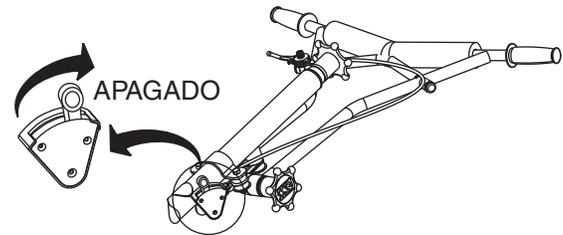

Figura 26. Prueba del interruptor de parada centrífuga de parada centrífuga
1. Mientras el motor funciona en ralentí, coloque la palanca del interruptor de seguridad de parada centrífuga en la posición "OFF" (APAGADO) (Figura 26). Compruebe que el motor se apague. Si el motor continúa funcionando, reemplace el interruptor de seguridad de parada centrífuga.